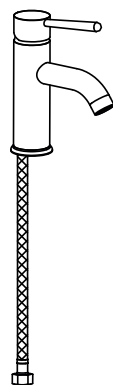

Рисунок 2
2. Прикрутите один из них к входному отверстию крана (рис. 2).